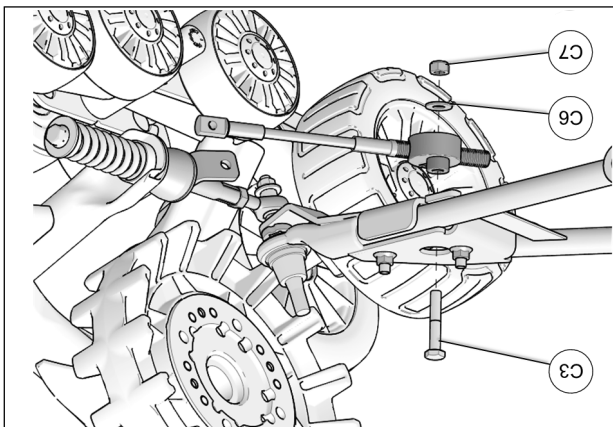

Fig. 22
12. Positionner le disque en aluminium du limiteur de conduite sous l'ancrage. Insérer le boulon (C3) par le dessus et utiliser la rondelle (C6) et l'écrou (C7) pour fixer le limiteur de conduite en place. Serrer l'écrou à un couple de 50 N•m [37 lb•pi]. Fig. 22